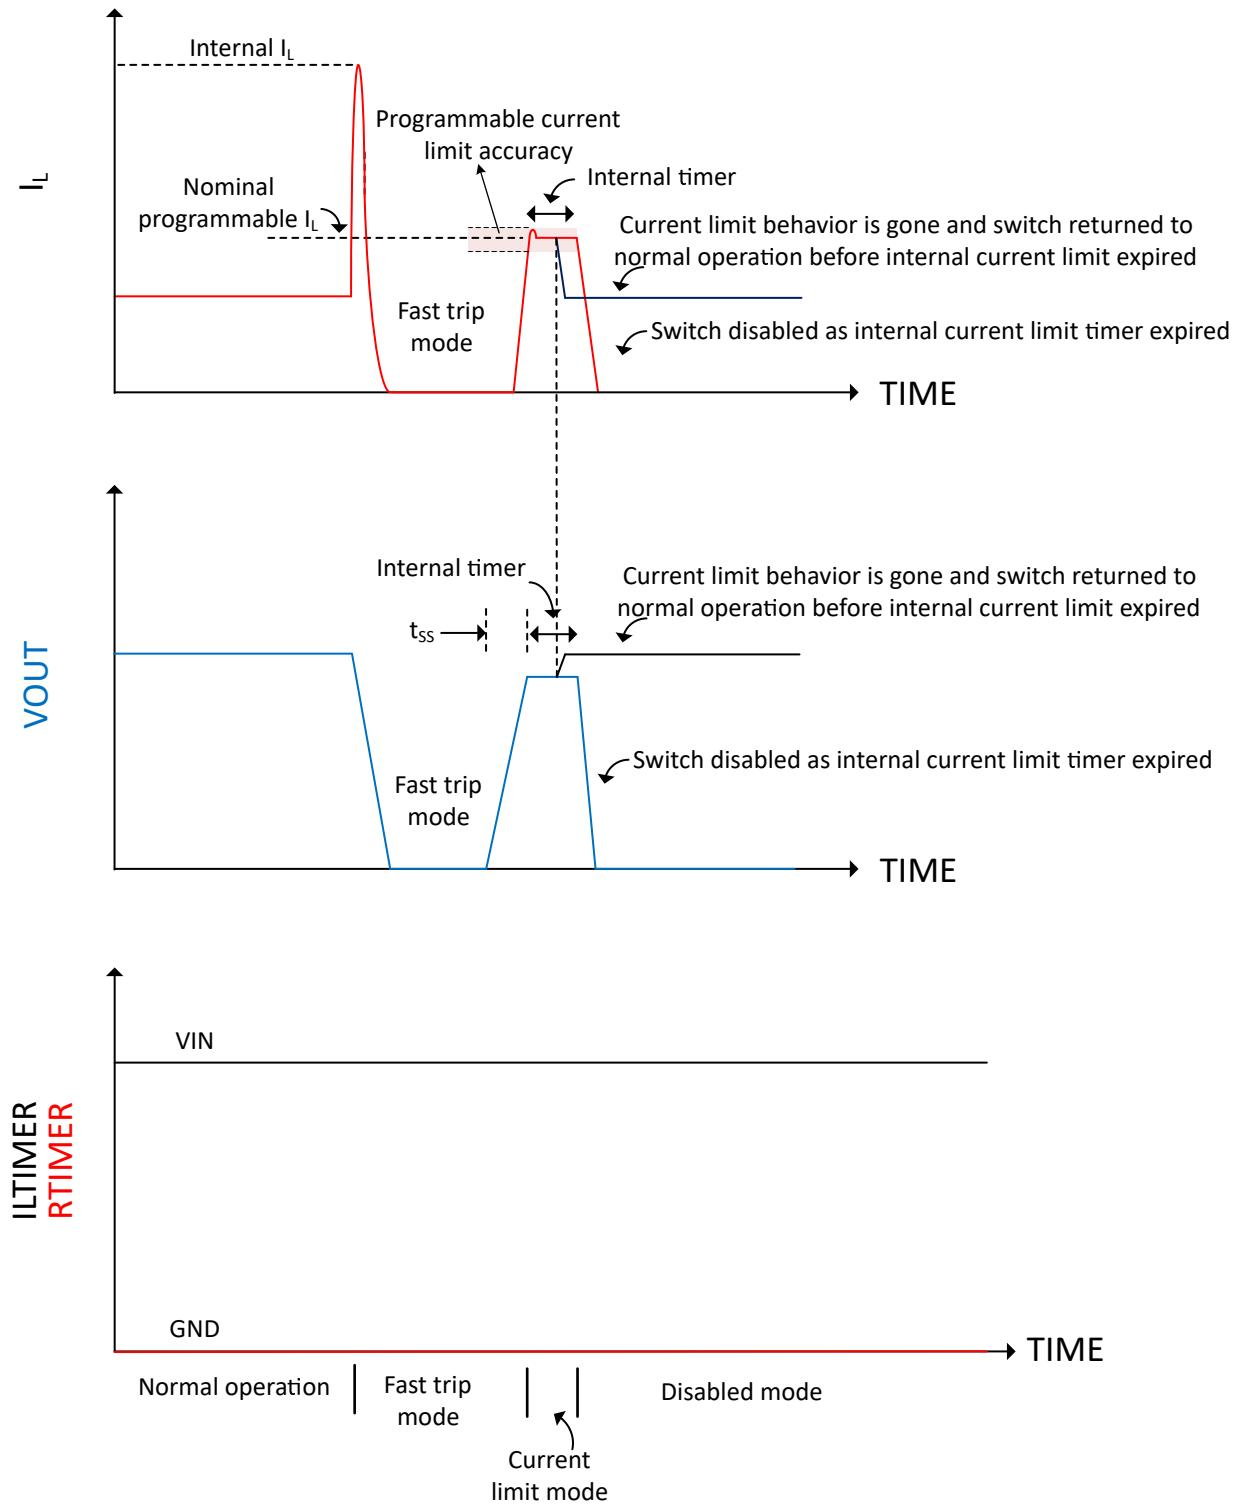

図 8-5. 内部電流制限タイマを使用したプログラマブル フォルト タイマの動作と再試行モードの無効化
- 図 8-5: 内部電流制限タイマを使用したハード短絡イベントと、再試行タイマの無効化。
再試行モード無効時の内部タイマ条件における ILTIMER および RTIMER ピンの動作を 図 8-5 に示します。